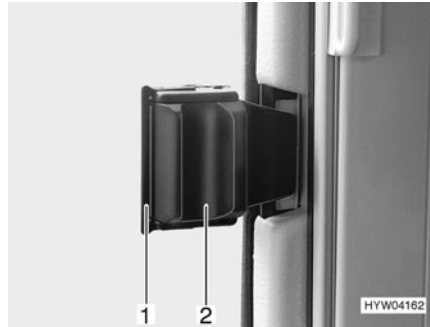

Fig. 44 Ventana corredera con con bloqueo corredizo
- Extraer el bloqueo (Fig. 44,1).
- Presionar el tirador (Fig. 44,2) y, al mismo tiempo, empujarlo hacia adelante o hacia atrás.